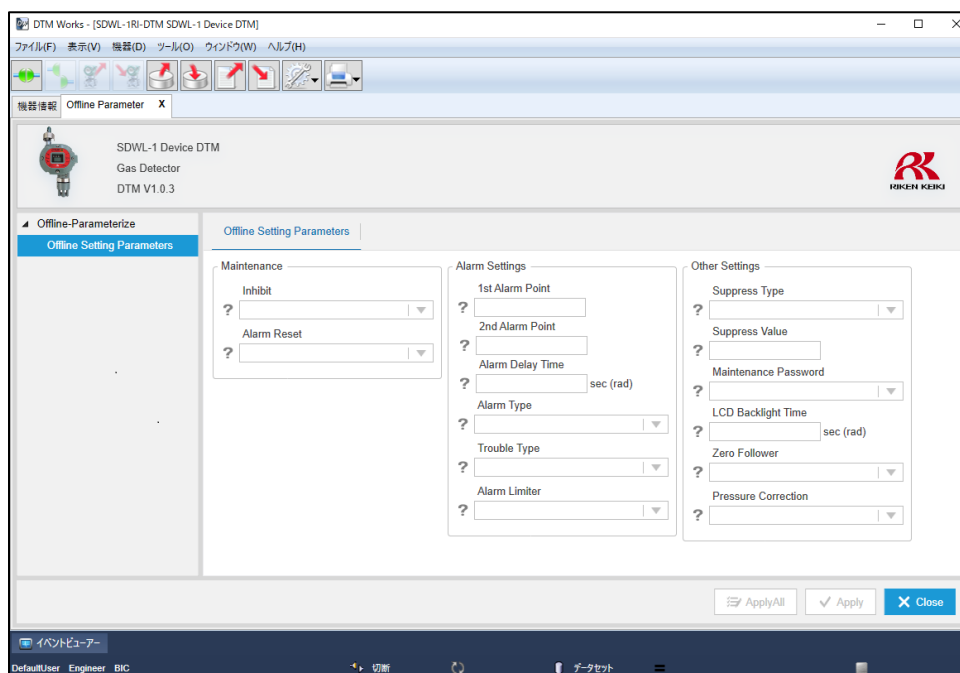

図 5-17 オフラインパラメータ設定画面
- ③ 下図 5-17 の画面が表示され、オフラインでのパラメータ設定が可能となります。